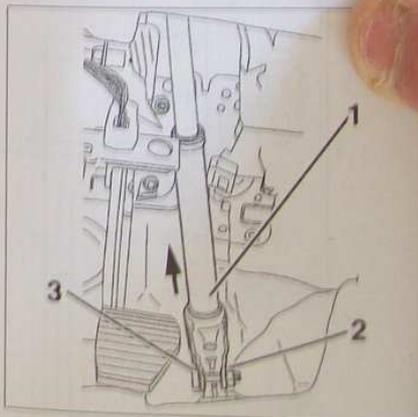

FIG.8
- l'écrou (2) (Fig.8).
- l'axe de fixation (3) du cardan de direction.
• Dégager le cardan de direction (1) en écartant le clip de sécurité.